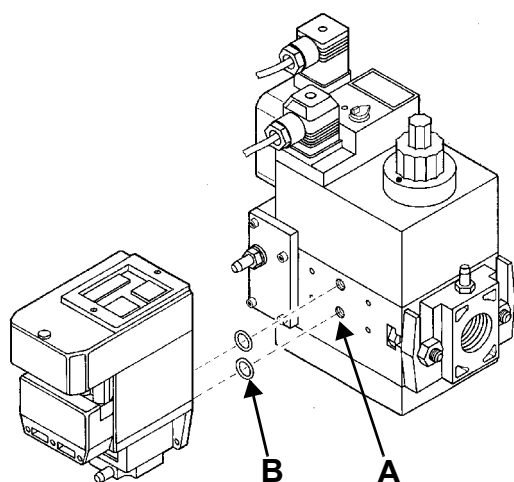

Рис. 34
- 3). снять крепежные винты группы Multibloc (Рис. 34-А)
- 4). вставить уплотнительные кольца (10,5x2,25) в VPS 504 (Рис. 35-В, Рис. 34-В)
- 5). закрутить 4 винта блока контроля герметичности (М4х16) Рис. 34-С.